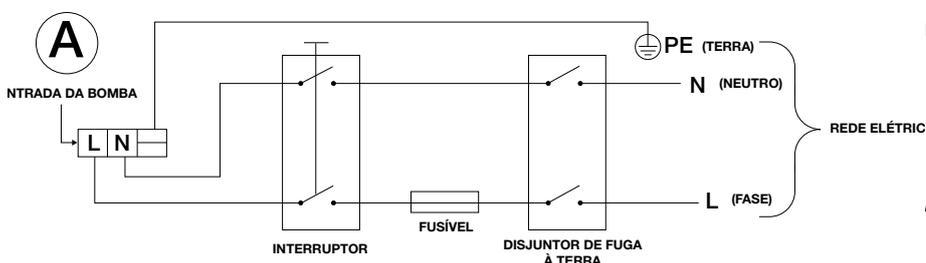

Figura 6.8: Diagrama de conexão elétrica
O diagrama de conexão elétrica é dado na Figura 6.8.
6. Conecte os cabos de alimentação à tomada nomeada como "A" na Figura 6.10 adequadamente, conforme mostrado na Figura 6.8.